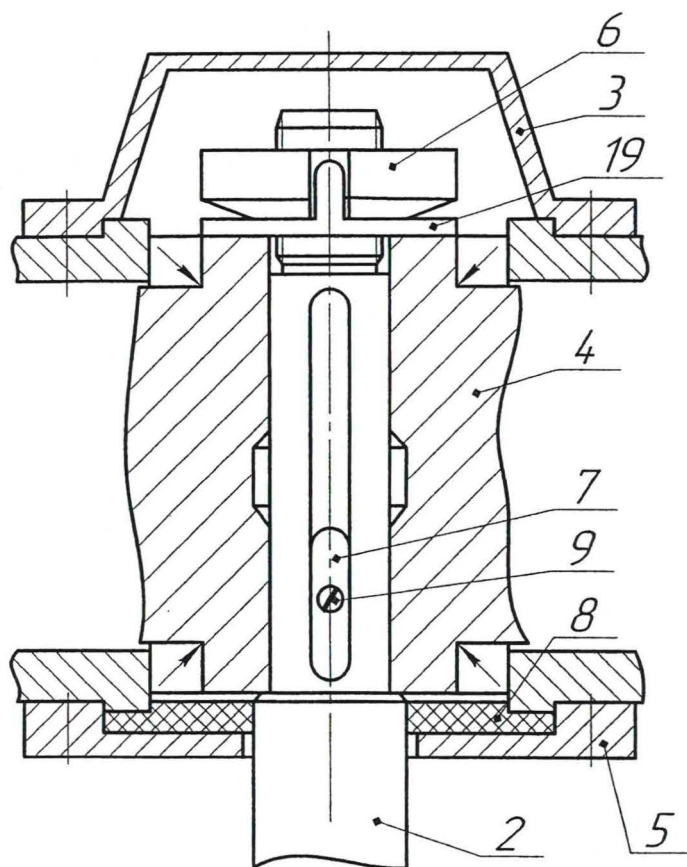

Рис.2
12.2 Перед его установкой на емкость, необходимо установить винт перемешивателя в выходной вал редуктора, Рис.2
Установить винт в полый вал редуктора, закрепить и законтрить как указано на рис.2